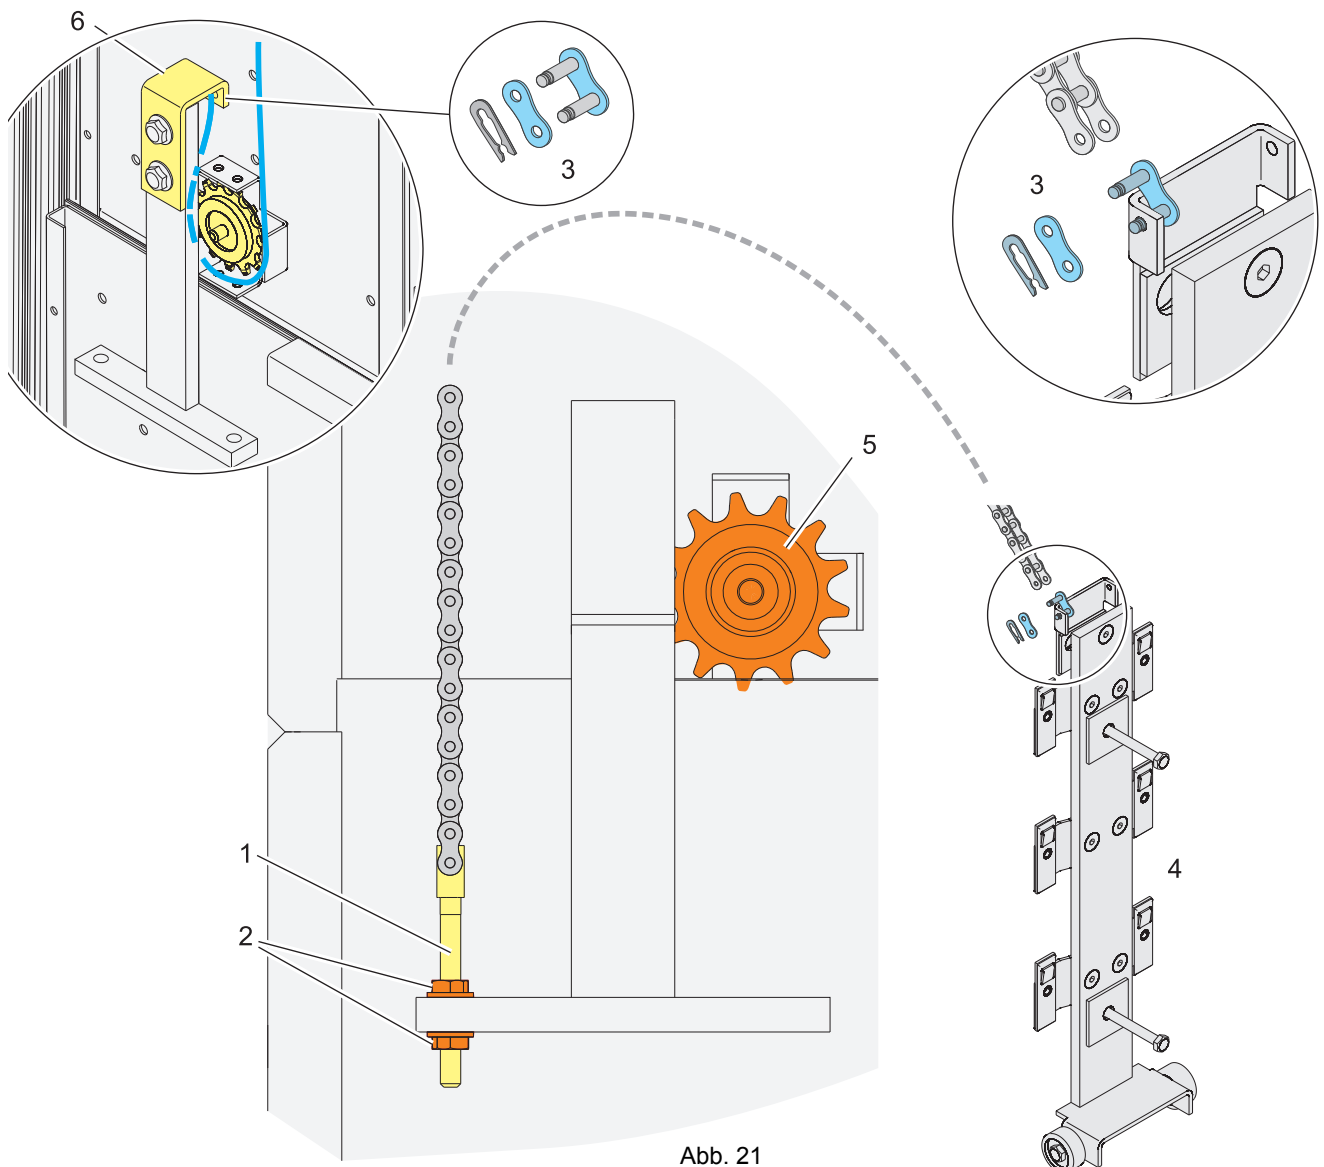

Abb. 21
Die Kettenspannung der Ketten wird nach der Montage aller Ketten eingestellt (Kapitel 6.3.12). Die Spannvorrichtungen (z.B. Abb. 21) deshalb zunächst nur handfest anziehen.
Nach dem Spannen der Kette sicherstellen, dass an jeder Spannvorrichtung beide Sperrzahnmuttern (2) festgezogen sind und der Splint (3) ordnungsgemäß befestigt ist (siehe Abb. 21).
- Beidseitig die Kettenspannung der Ketten „zwei“ gemäß des in Abb. 21 beschriebenen Funktionsprinzips herstellen